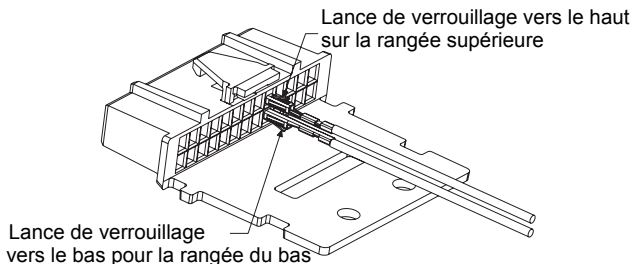

Figure 3. Orientation de la borne
Le kit d'interrupteur d'urgence au pied comprend un câble. Une extrémité du câble possède deux fils exposés, l'autre extrémité possède deux fils, l'un avec une cosse, l'autre avec une borne de contact reliée. Reportez-vous à la Figure 3 et effectuez les connexions de la manière suivante:
3. Insérez le file de câble avec la borne de contact dans la broche No. 23 du connecteur accessoire, comme indiqué à la *Figure 3*.